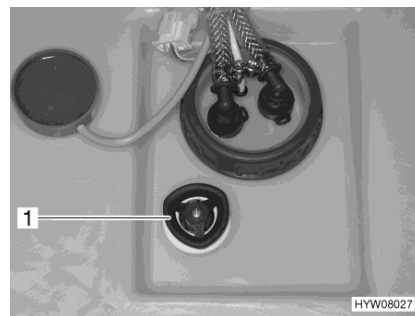

Fig. 155 Depósito de agua con tirador giratorio
- Girar el tirador giratorio (Fig. 155,1) sobre el depósito de agua en sentido de las agujas del reloj, hasta el tope.
- Girar el tirador giratorio (Fig. 155,1) sobre el depósito de agua en sentido contrario a las agujas del reloj, hasta sentir resistencia. El agua se saldrá hasta aprox. 20 litros.